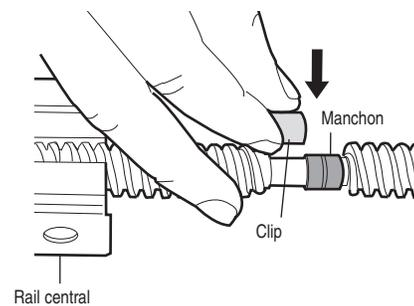

Figure 2
- Faites ressortir la vis du rail central de quelques centimètres, et faites glisser le manchon sur le coussinet long (Figure 2)